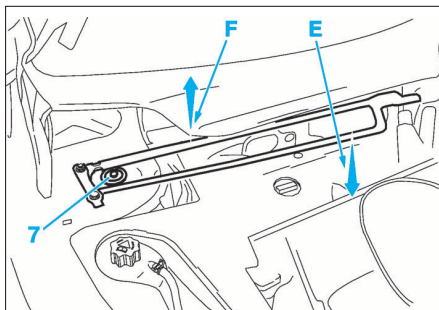

FIG. 18
- Appuyer en (E) et soulever en (F) afin de passer le mécanisme par dessus la fixation (7) de l'amortisseur droit (Fig.18).